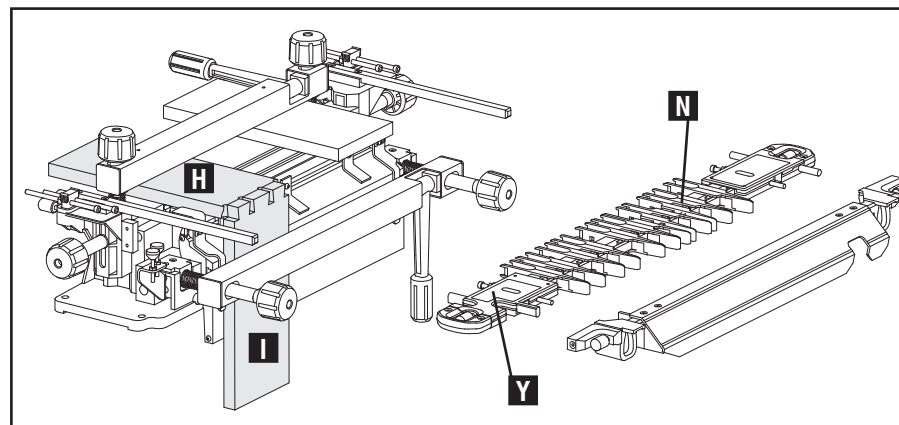

Fig. D11
1. Retire la barra del estabilizador y retire la plantilla. Gire la plantilla (N) Fig. D11 y reemplácela en la OMNIJIG® de manera que la etiqueta roja "ESPIGAS A" (Y) esté ubicada en el lado superior izquierdo.